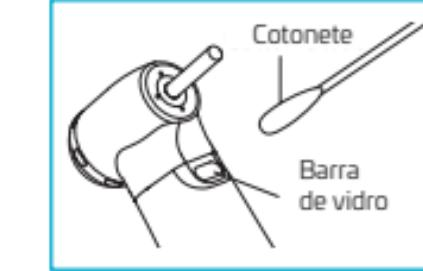

Fig. 5.1
- Limpe o ponto de entrada e ponto de saída da barra ótica de vidro celular com um cotonete imerso em álcool. Remova todos os detritos e óleo. (Fig. 5.1).